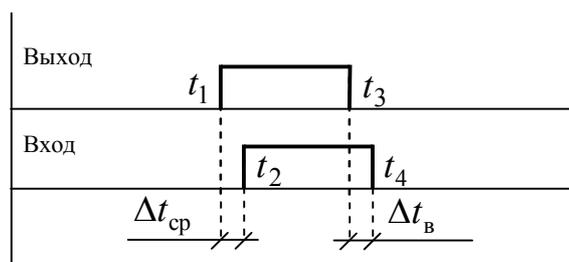

Рис. 2.19. Определение времени срабатывания и возврата бинарного выхода
- 8) перейти на страницу "*Результаты*", на которой будет отображена в графической форме работа бинарного выхода и входа. По результатам эксперимента необходимо найти разницу времен срабатывания ($\Delta t_{\text{ср}}$) и возврата ($\Delta t_{\text{пов}}$) бинарного выхода и входа (рис. 2.19). Эти значения необходимо ввести в соответствующие поля в окне "*Калибровка каналов*" (см. рис. 2.18). Для более точного измерения необходимо осуществить масштабирование графического изображения по времени. Для этого в режиме "*Выбор отрезка*" (этот режим устанавливается в локальном меню) выделить часовой диапазон в границах срабатывания бинарного входа и выхода. В режиме "*Мгновенные значения*" (выбирается из локального меню) определяются время срабатывания бинарного выхода (t_1) и бинарного входа (t_2), вычисляется разница этих времен, как $\Delta t_{\text{ср}} = t_2 - t_1$. Полученное значение необходимо занести в поле редактирования "*Время срабатывания*" соответствующего бинарного выхода. Такие же действия повторить для определения времени возврата ($\Delta t_{\text{в}} = t_4 - t_3$). Полученное значение занести в поле редактирования "*Время возврата*";